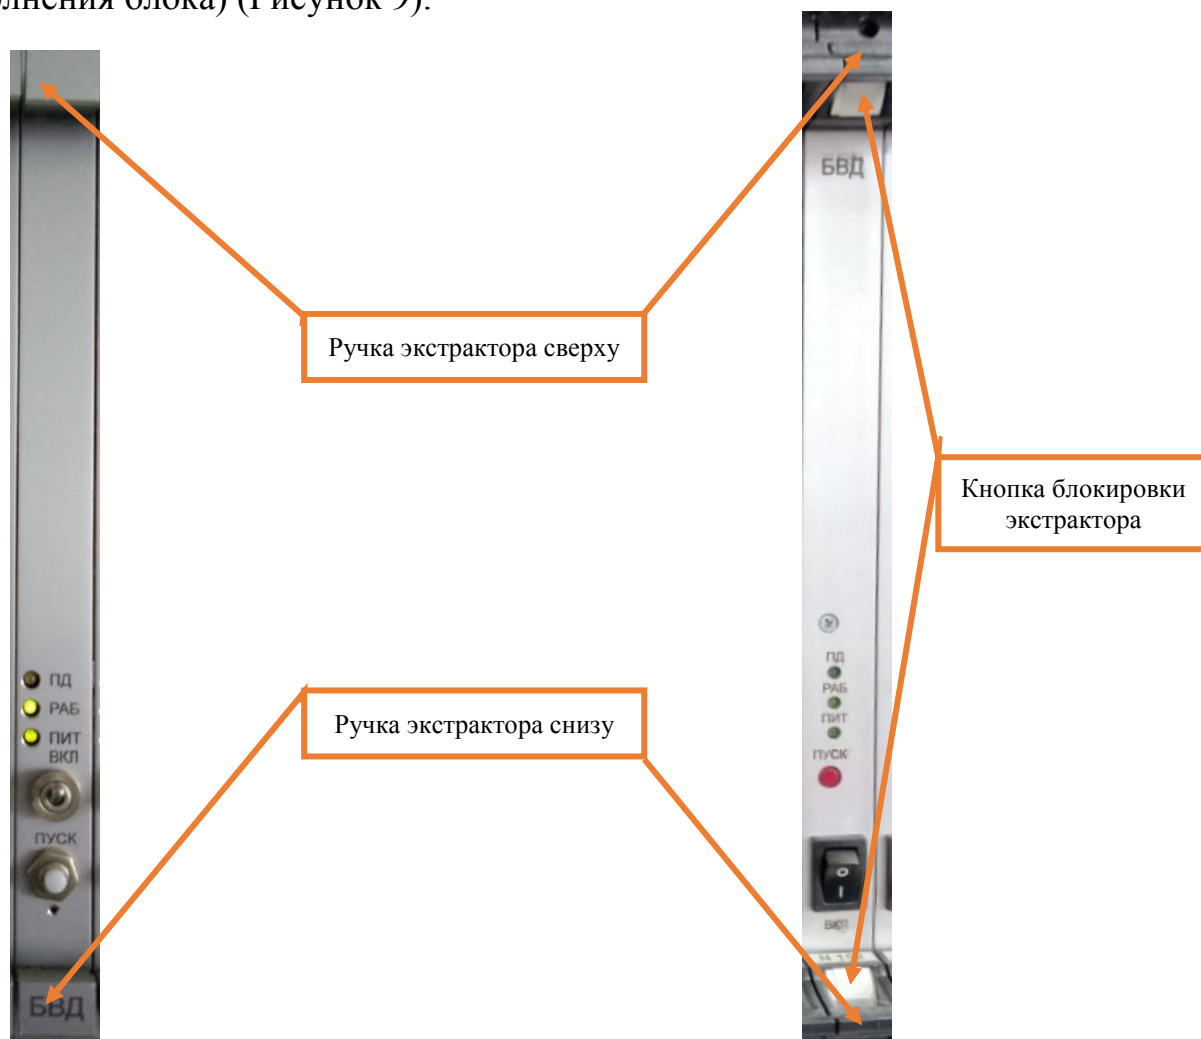

Рисунок 9. Ручки экстрактора блока БВД.
7.2.6 Нажать на ручки экстрактора модуля или утопить кнопки блокировки экстрактора после чего нажать на ручки (в зависимости от исполнения блока) (Рисунок 9).